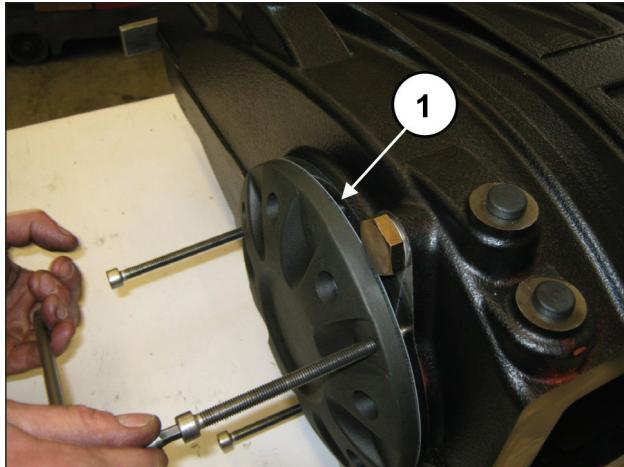

Рис. 29
Постепенно закручивайте 3 винта M8 (поз. ①, Рис. 29) для предупреждения слишком сильного наклона крышки и ее застопоривания в гнезде.